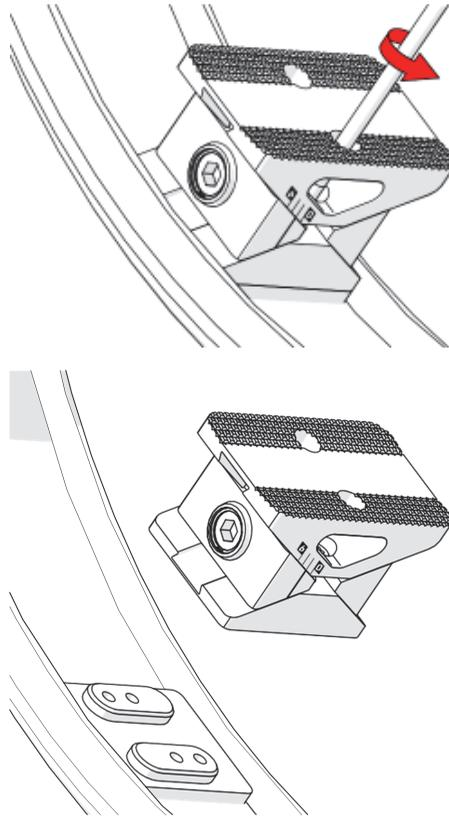

图1-16 拆下支脚
1. 使用4毫米六角螺丝刀松开两个六角螺钉（参见第36页的图1-16）。